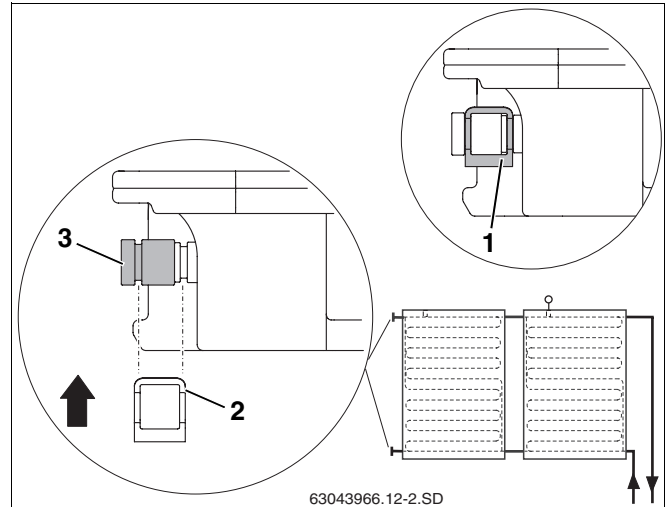

Fig. 42 Fixer le bouchon avec une bride de fixation
- Glissez le bouchon avec les joints toriques (fig. 42, **pos. 3**) sur le raccordement du capteur.
- Pour sécuriser le raccord, glissez la bride de fixation (fig. 42, **pos. 2**) sur le bouchon et le raccordement du capteur.
- Fixez chaque bouchon à l'aide d'une agrafe (fig. 42, **pos. 1**).